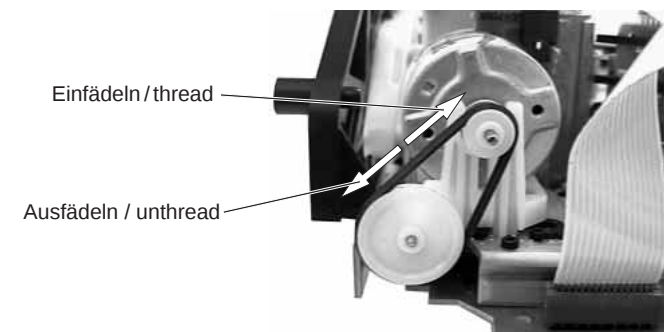
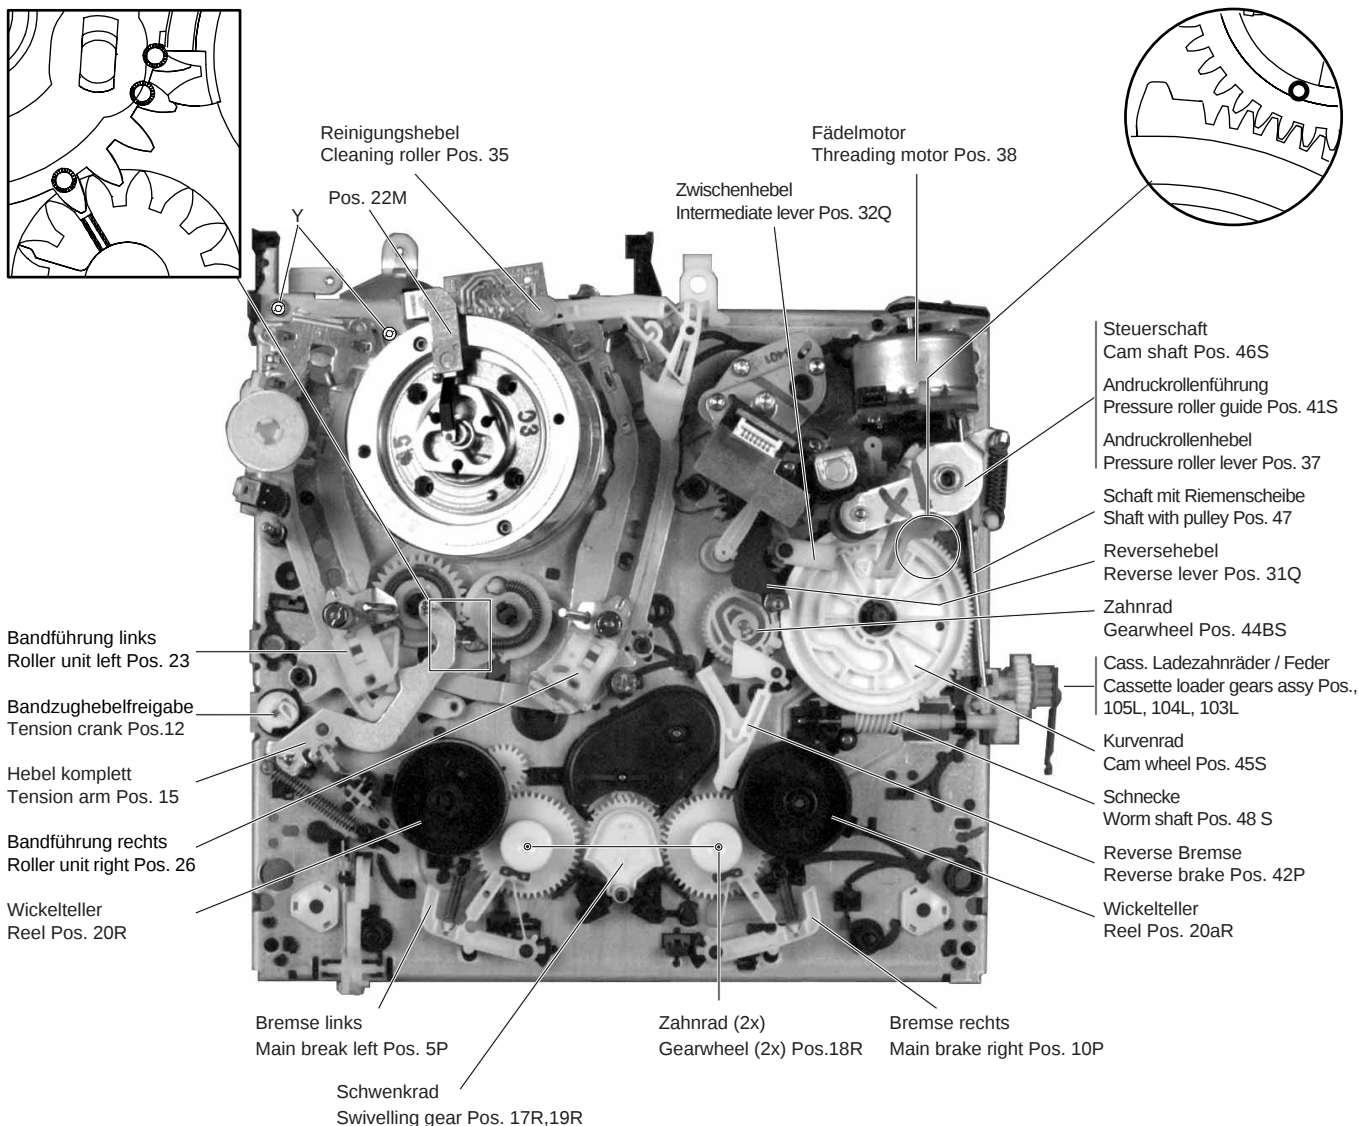
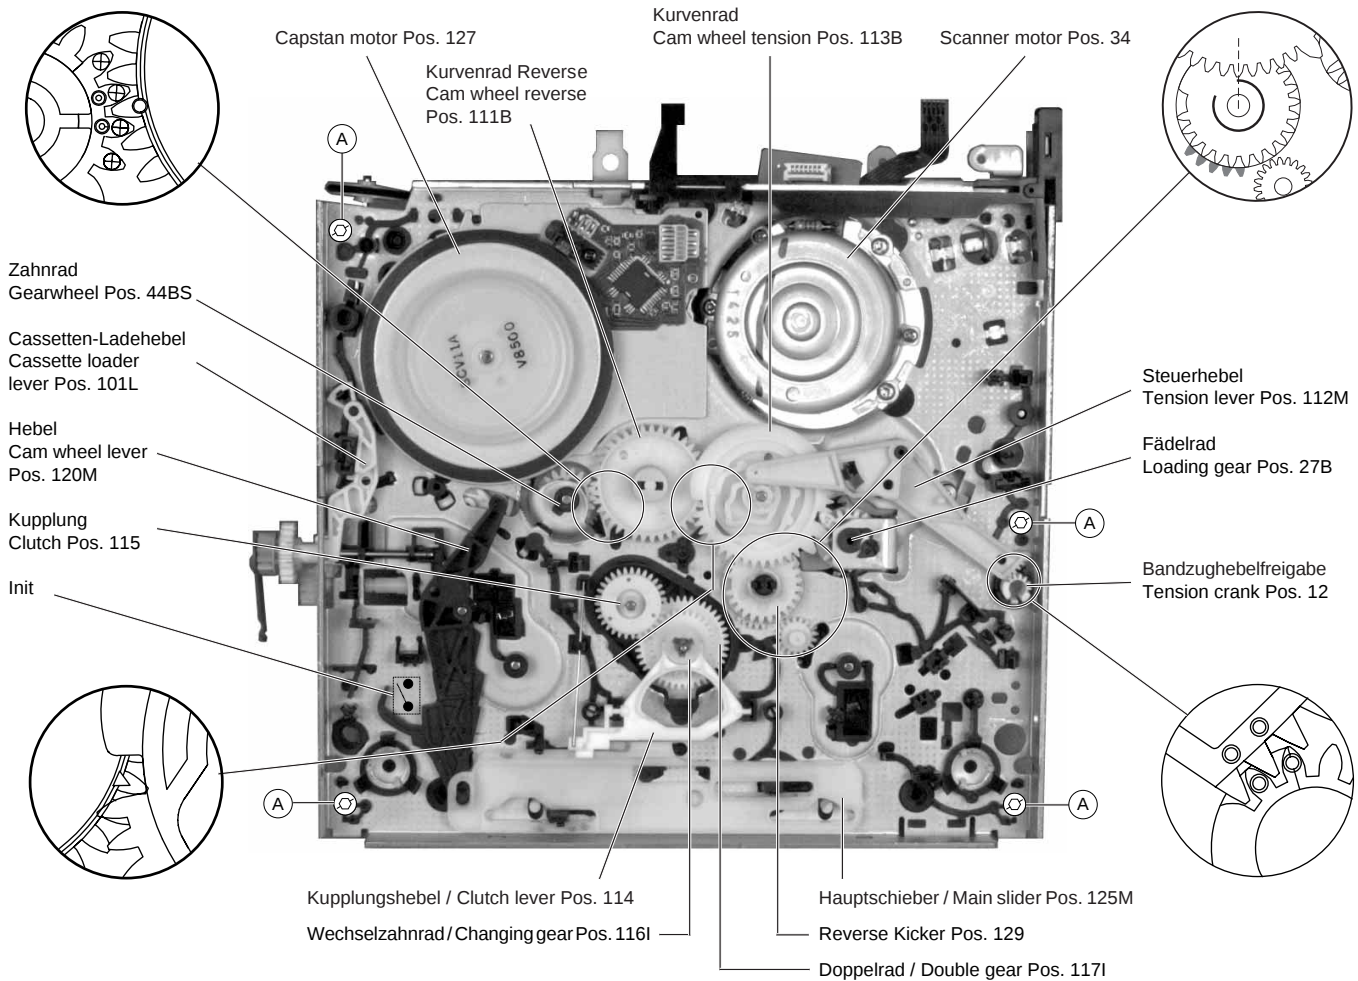
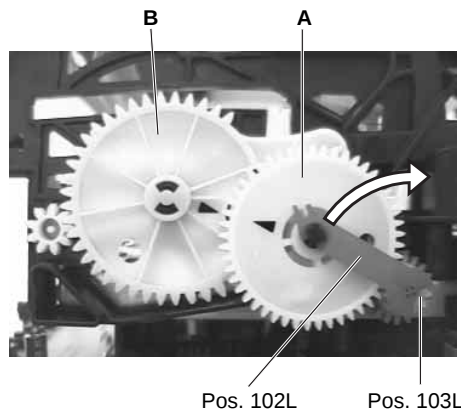

Fig. 3
Fig. 4
Fig. 5
Fig. 6
- Fädelmotor entgegen dem Uhrzeigersinn drehen (Fig. 3), bis der Cassettenschacht abgesenkt ist.
Wenn nach dem Drücken der Eject-Taste das Laufwerk nicht ausfädeln und die Cassette auswirft, kann dies auch von Hand durchgeführt werden. Dazu ist das Antriebsrad des Fädelmotors zu drehen (Fig. 3). Um Bandschlaufen zu vermeiden, muß wechselweise auch der Capstanmotor (Pos. 127, Fig. 5) entgegen dem Uhrzeigersinn bewegt werden, bis das Band komplett in der Cassette aufgewickelt ist.
If the tape deck does not unthread and eject the cassette by pressing the Eject button this function can also be effected manually by turning the driving gear at the threading motor (Fig 3). To avoid slackening of the tape, turn the capstan motor (counterclockwise) (Pos. 127, Fig. 5) and the driving gear alternately until the tape is completely wound up in the cassette.
Nachfolgend sind die markierten und gerichtet einzubauenden Teile der Ober- und Unterseite im Detail dargestellt (Fig. 4, Fig. 5).
The following diagrams show in detail the marked components and their correctly aligned position on the top and bottom side (Fig. 4, Fig. 5).
- Antriebsrad des Fädelmotors in Drehrichtung "Einfädeln" (Fig. 3) so weit drehen, bis das Zahnrad (Pos. 103L, Fig. 6) entriegelt ist.
- Klammer (Pos. 102L) von der Achse des Zahnrades "A" lösen (Fig. 6).
- 4 Befestigungsschrauben (A) (Fig. 5) des Cassettenschachtes an der Unterseite entfernen.
- Turn the driving gear of the threading motor in the "threading" direction (Fig. 3) until the gearwheel (Pos. 103L, Fig. 6) disengages.
- Release the bracket (Pos. 102L) from the shaft of gearwheel "A" (Fig. 6).
- Unscrew the 4 screws (A) (Fig. 5) on the underside of the cassette compartment.
- Cassettenschacht abgesenkt und Zahnrad "A" (Fig. 6) eingerastet.
- Hinweis:** Bei Cassettenliftzahnradern (A und B, Fig. 6) mit Markierungspfeilen müssen die Pfeile zueinander zeigen.
- Cassettenschacht mit den 4 Schrauben (A) (Fig. 5) unten befestigen.
- Klammer (Pos. 102L) auf der Achse des Zahnrades "A" einrasten (Fig. 6).
- Cassette compartment down, gearwheel "A" (Fig. 6) engaged.
- Note:** For video recorders which are fitted with cassette lift gear wheels (A and B, Fig. 6) marked with arrows, the arrows must show towards each other.
- Fasten the cassette compartment with the 4 screws (A) (Fig. 5) at the bottom.
- Place the bracket (Pos. 102L) onto the shaft of gearwheel "A" and lock it in (Fig. 6).
- 2 Schrauben Y (Fig. 4) herausdrehen, Haltewinkel (Pos. 22M, Fig. 4) und Kopfverstärker abnehmen.
- Undo 2 screws Y (Fig. 4), remove the bracket (Pos. 22M, Fig. 4) and the head amplifier.